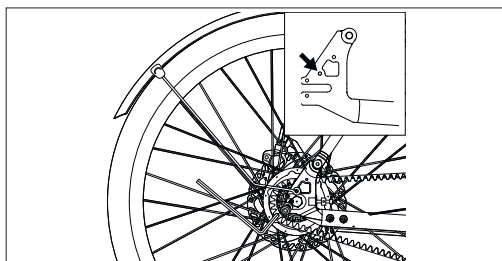

Figura 6-2
- Dopo aver fissato la staffa superiore, utilizza una chiave Allen da 4 mm per rimuovere le 2 viti al perno passante. Quindi, allinea le gambe del parafango con i fori di installazione, come mostrato in [Figura 6-2] e [6-3], e poi riavvita le viti.